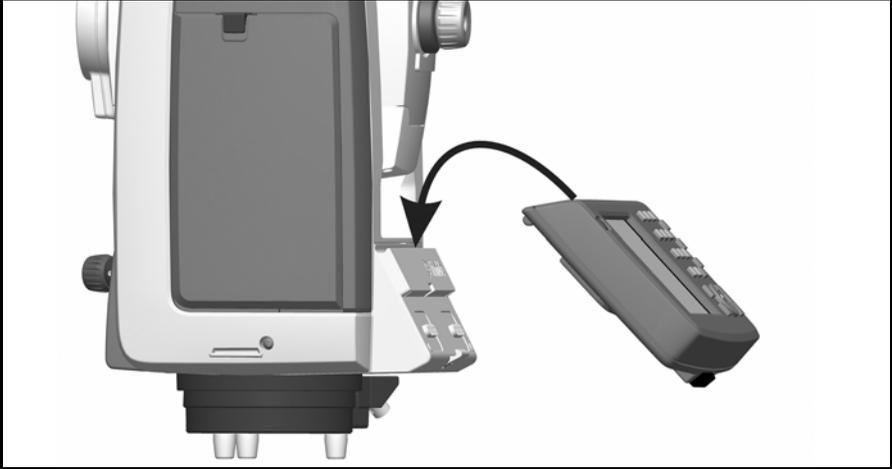

Figura 4.39 Conexión del Trimble CU al instrumento
1. Enganche la parte superior del controlador Trimble Control Unit (CU) a la parte superior del soporte del panel. Véase la Figura 4.39.